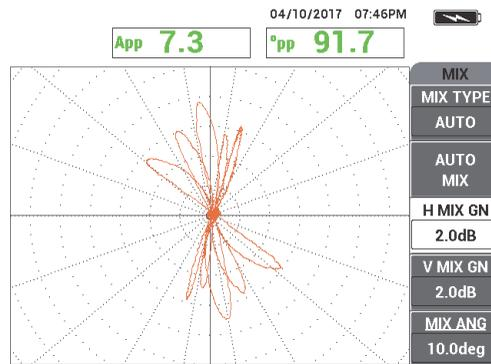

Figura 5-174 Il risultato di scansione del tubo
12. Scansionare il tubo per individuare dei difetti (vedere Figura 5-174 a pagina 264).